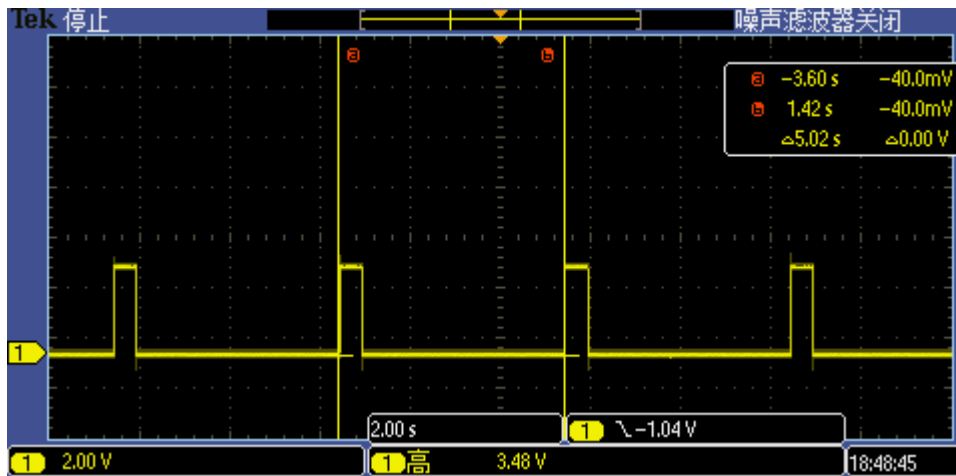

图 7 运行 lpm_rtc 样例 GPIO 波形
- 4) 用示波器观察 LED 对应的 GPIO 得到如图 7 所示波形，GPIO 拉低后，芯片进入 RTC 模式，RTC timer 中断使芯片唤醒，GPIO 拉高，通过半秒中断延时 0.5 秒，再次拉低 GPIO 进入 RTC 模式，等待下一次唤醒。